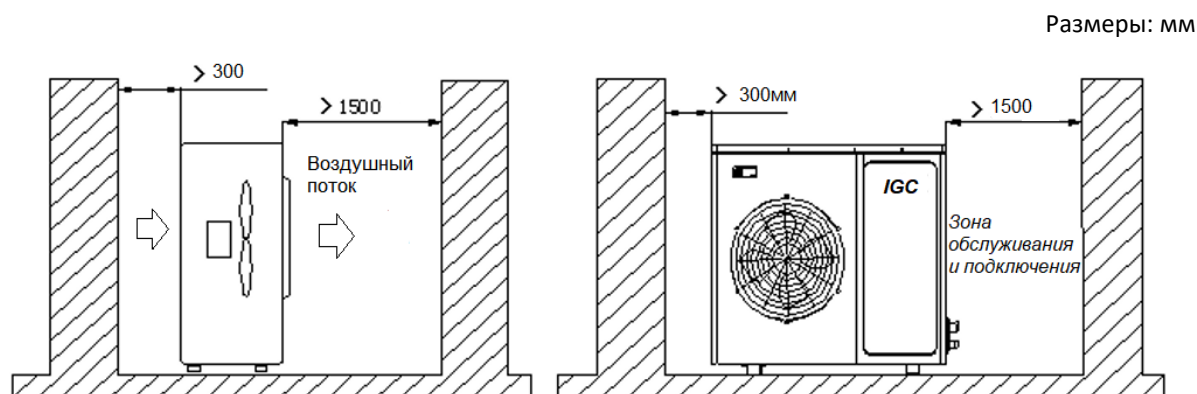

Рис.2.1
- Для нормального воздухо- и теплообмена, электрической безопасности и условий технического обслуживания необходимо обеспечить пространство возле блоков согласно рис.2.1